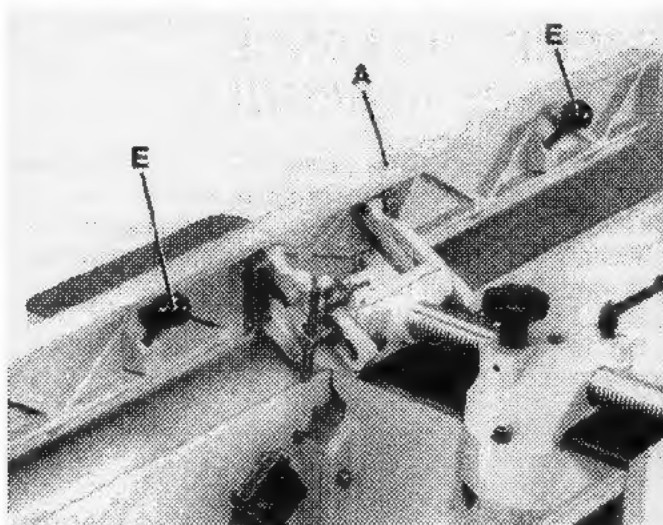

FIGURE 13
3. Assemblez les deux poignées d'ajustement (E) Fig. 13, du guide à l'arrière du guide (A).